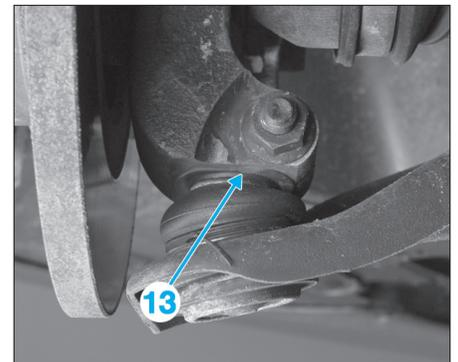

Fig. 14
- Contrôler le bon positionnement de la bague (13) sur la rotule du triangle inférieur (Fig.14).
- Le bon positionnement de la bague de la rotule sur le pivot (Fig.14).